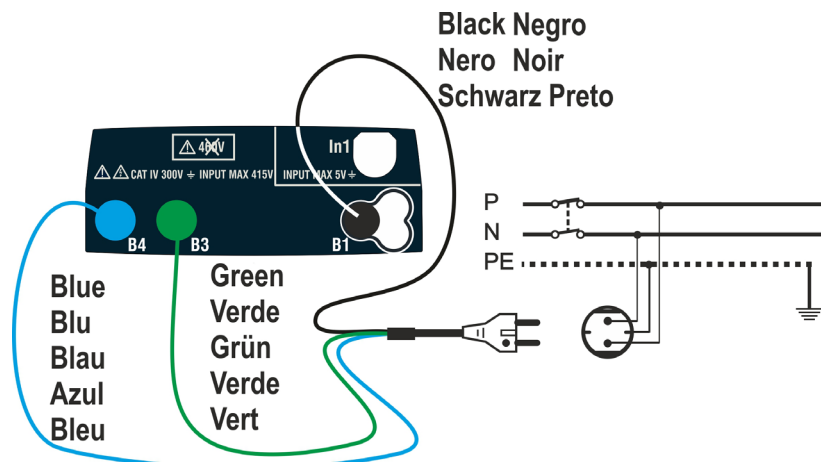
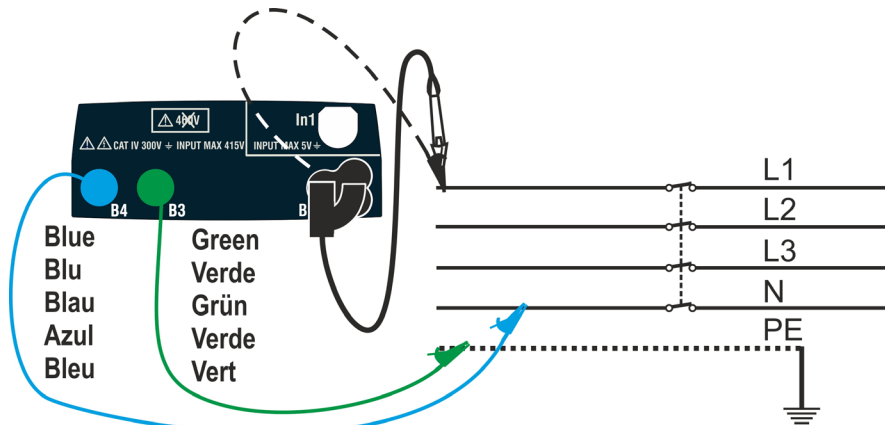

Abb. 6: Geräteanschluss mit dem Kabel mit Schuko-Stecker
Abb. 7: Geräteanschluss mit Einzelkabeln und Prüfsonde mit Fernbedienung
- Schließen Sie den grünen, blauen und schwarzen Stecker des Schukokabels mit drei Leitungen an die entsprechenden Eingangsbuchsen B1, B3 und B4 des Messgeräts. Alternativ dazu können Sie Einzelkabel verwenden und die entsprechenden Krokodilklemmen an die freien Kabelenden aufstecken. Sie können auch die Prüfsonde mit Fernbedienung benutzen, indem Sie deren mehrpoligen Steckverbinder in die Eingangsbuchse B1 einführen. Verbinden Sie den Schukostecker, die Krokodilklemmen oder die Prüfsonde mit Fernbedienung mit der elektrischen Anlage entsprechend den Abb. 6 oder Abb. 7.